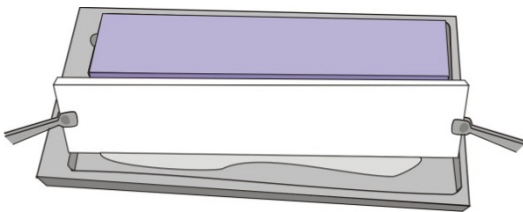

Abb. 4: Abklopfen des Elektrodendochts um überschüssigen Puffer zu entfernen.
4. Entfernen Sie überschüssigen Elektrodenpuffer von den Dochten indem Sie die Dochte hochklappen und mit der unteren Kante auf den Boden des PaperPools klopfen (siehe Abbildung 4).